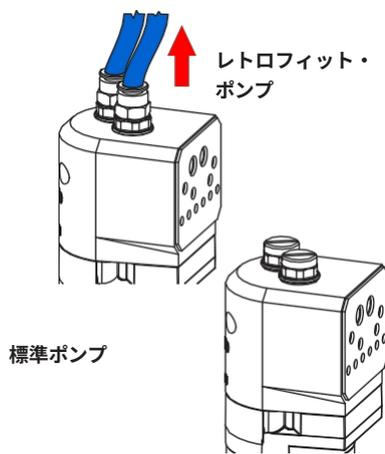

図 15 パージ・エア・チューブの取り外し
1. 図15を参照してください。カラー・チェンジを行ってポンプから古いパウダーを除去し、システム・エアの圧力を抜いてパージ・エア・チューブを外します。